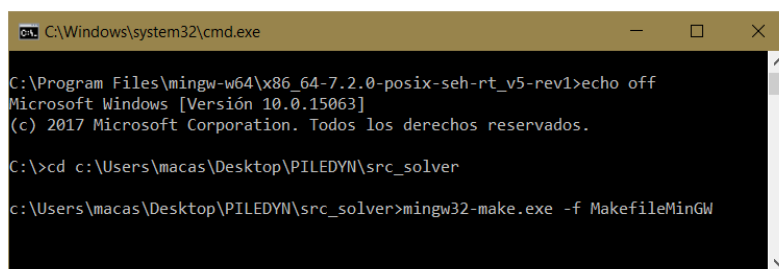

Figura 14: Comando para instalar "PILELYN_solver" (entorno Windows).
2. Cambie a la carpeta de "src_solver" e instale el código (Figura 14), usando el comando "mingw32-make.exe -f MakefileMinGW". Espere a que termine el proceso.